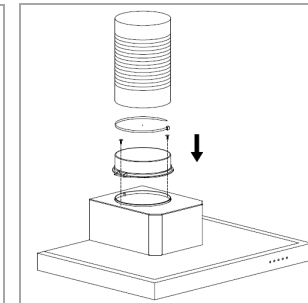

Fig. 3
- Hang de behuizing op. Controleer of de behuizing goed vastzit en horizontaal staat [Fig. 3].